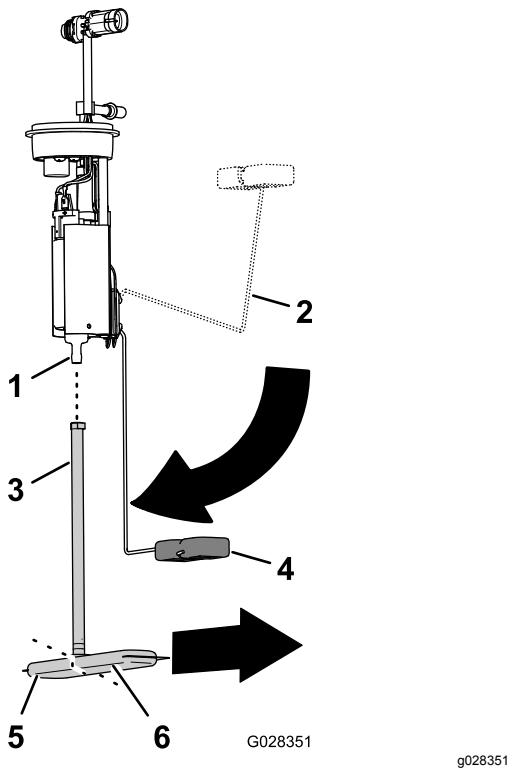

Figura 74
1. Retire el tubo de aspiración del filtro de combustible del conector de la bomba de combustible (Figura 74).
2. Alinee el tubo de aspiración del filtro de combustible nuevo con el conector de la bomba de combustible (Figura 74).
3. Alinee la pata larga del filtro de combustible con el flotador, con el flotador en la posición de vacío (Figura 74).
4. Introduzca el conector de la bomba de combustible en el tubo de aspiración hasta que el conector quede bien asentado (Figura 74).
2. Coloque la bomba de combustible/sensor en el hueco del depósito (Figura 73 y Figura 74).